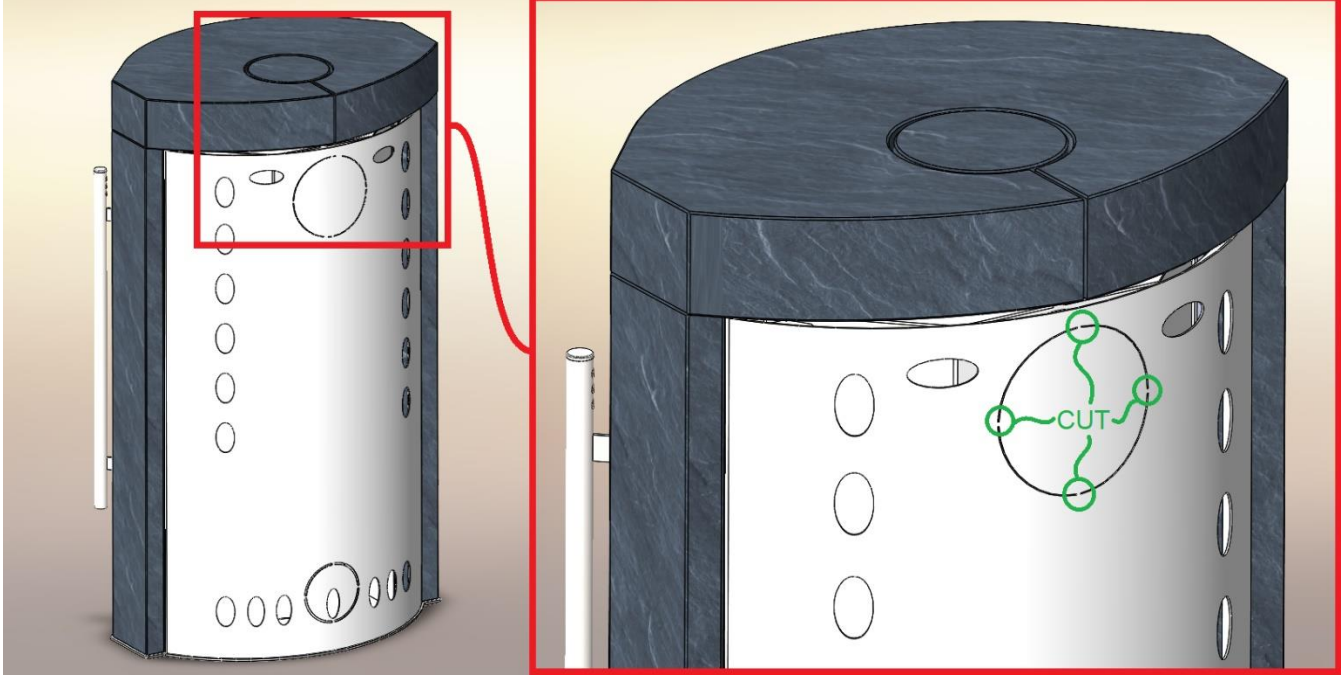

Abbildung 1 Schneiden von Mikrofugen an der Rückseite des Kamins
2. Abbildung 1 Schneiden der Mikrofugen an der Rückseite des Kaminofens	Seite 5
Bei Montage des Kaminofens ist es erforderlich sich an die lokalen Vorschriften für solche Geräte zu halten. Wir empfehlen eine Beratung mit dem zuständigen Schornsteinfeger. Die Kaminöfen werden auf Transportpaletten angeliefert, vorbereitet für den Kaminanschluss nach oben. Vor dem Anschluss des Kamins an den Schornstein muss die Abdeckung des Rauchrohranschlusses vom Kamin entfernt werden. (Abbildung 1 und 2).